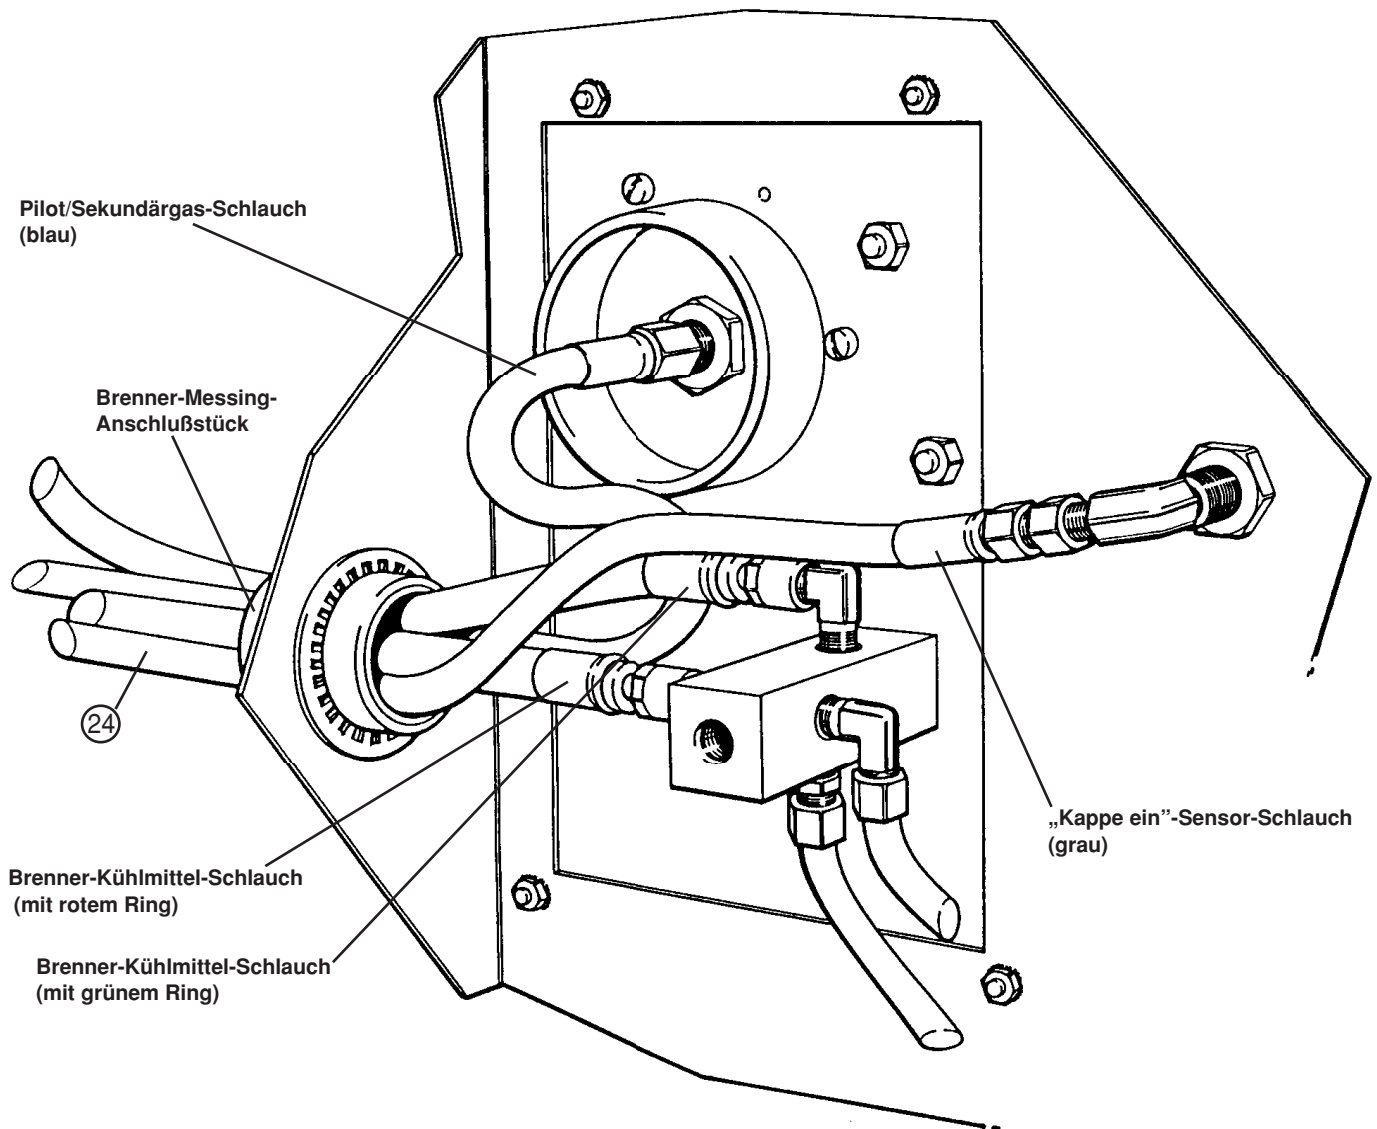

Abbildung 4-16 Brenner-Schlauchverbindungen in der entfernten Hochfrequenz-Konsole
②④ HT2000-Brennerkabel – Hochfrequenz-Brennerkabel an entfernte Hochfrequenz-Konsole – Abbildung 4-16